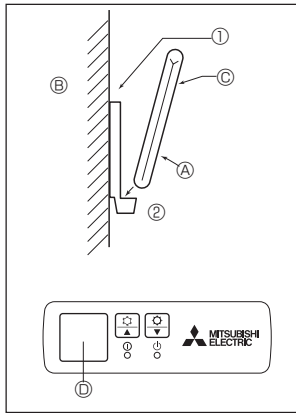

Fig. 6-2
2) 安裝方法 (Fig. 6-2)
- ① 使用兩顆自攻螺絲將遙控器架安裝到想要的位置。
- ② 將控制器的下端放進支架。